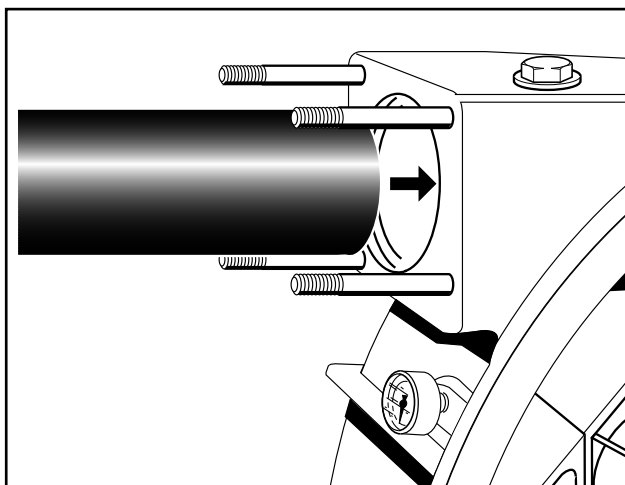

Fig. 31 Montaje de la manguera de bombeo
2. Engrase ligeramente un extremo de la manguera de bombeo con líquido deslizante e insértelo en la abertura del lado de aspiración de la bomba (Fig. 31), hasta que el tubo flexible llegue al tope.